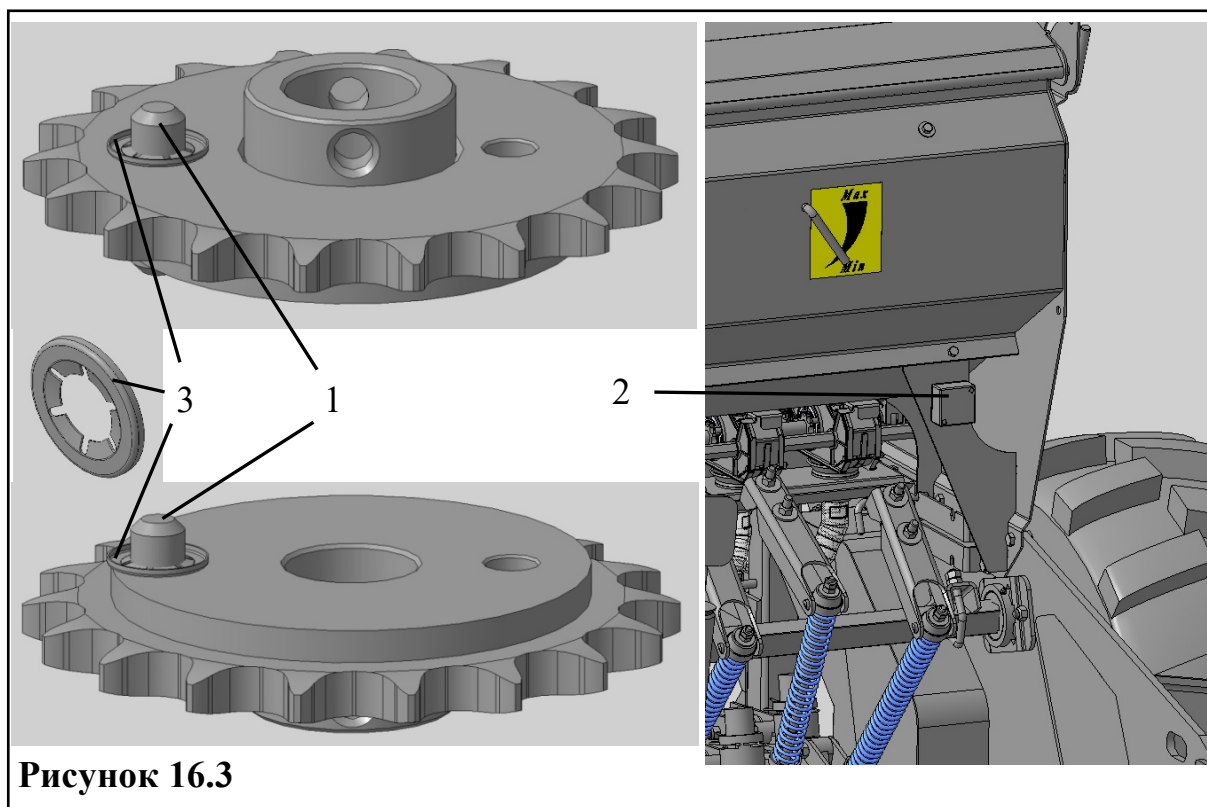

Рисунок 16.3
- 5) Заменить разрушенный срезной штифт (1) (рис. 16.3) на штифт из комплекта запасных частей (2) (рис. 16.3). Его следует установить в отверстие, которое расположено на большем радиусе от оси вращения муфты.
- 6) Срезной штифт зафиксировать с двух сторон стопорными шайбами (3) (рис. 16.3).